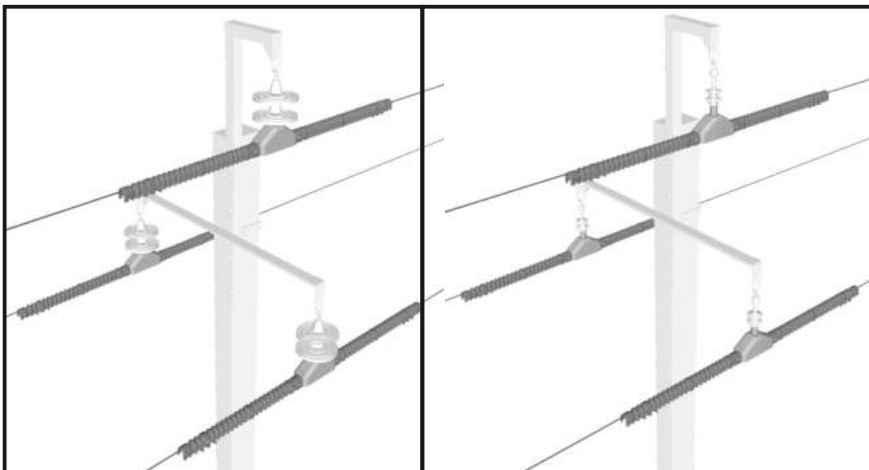

Рис. 43. Опора ВЛ, оборудованная ПЗУ-6-10кВ-ПС-2-НГ / ПЗУ-6-10кВ-ЛК-НГ
10.3.10. Установить аналогичным образом остальные устройства (Рис. 43).